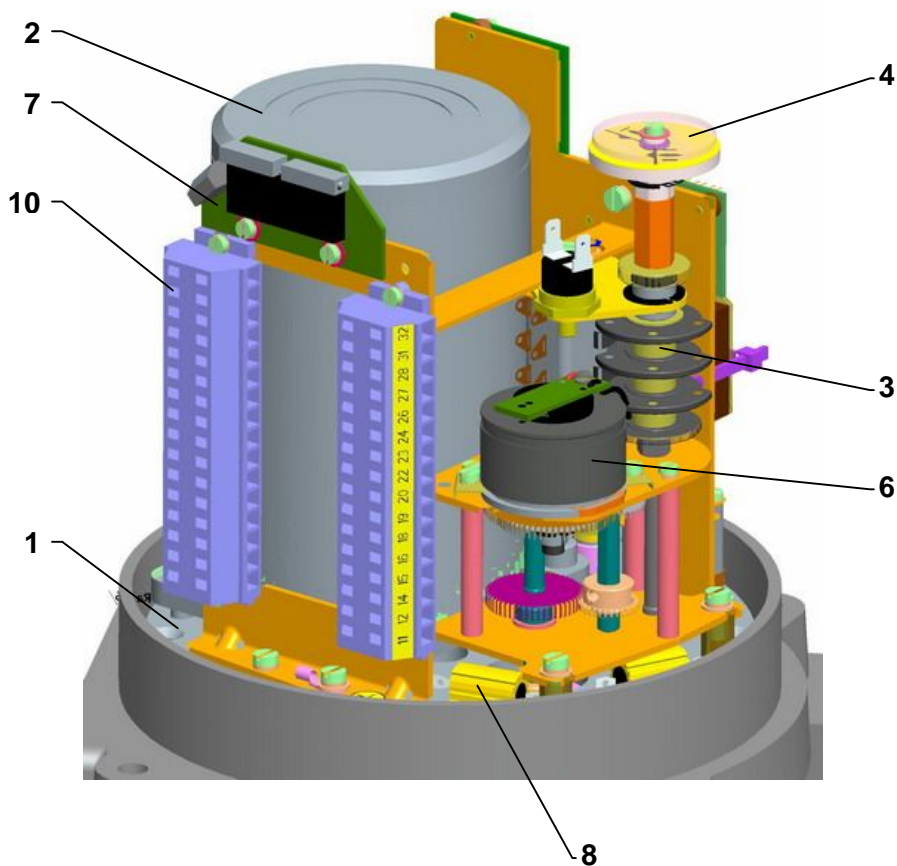

Рис.1
Управляющая часть (рис. 1,1а) размещена на пульте управления (1), который содержит:
- электродвигатель (2) (в случае однофазного изготовления с конденсатором)
- моментную единицу (5) - управляемую аксиальным передвижением шнека
- узел положения и сигнализации (3) с датчиком положения (6) (омический, емкостным или электронным датчиком положения) и с механическим местным указателем положения (4)
- отопительный нагревательный элемент (8) с термическим выключателем
- электронный модуль (9)
- электрические присоединение с помощью **клеммной колодки** (10) (размещенных в пространстве управления) и кабельных концевых втулок в исполнении Ex d и прямым входом с залитыми жилами.
Рис.1а